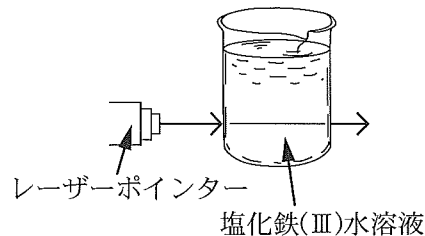

図1 光の通路
- (1) 図1のように、ふつうの溶液では光の通路は見えないが、コロイド溶液では光が粒子に当たって散乱するために光の通路が良く見える。この現象を何というか。